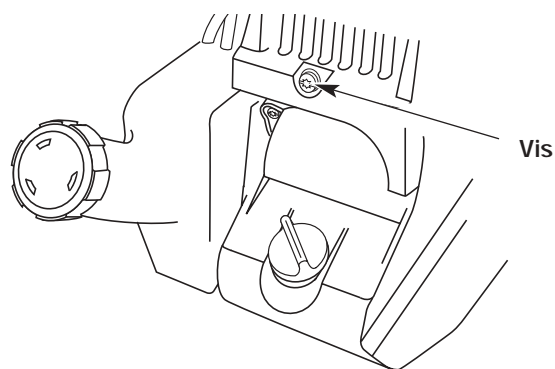

Fig. 25
2. Enlevez la vis derrière le couvercle du moteur (Fig. 25).